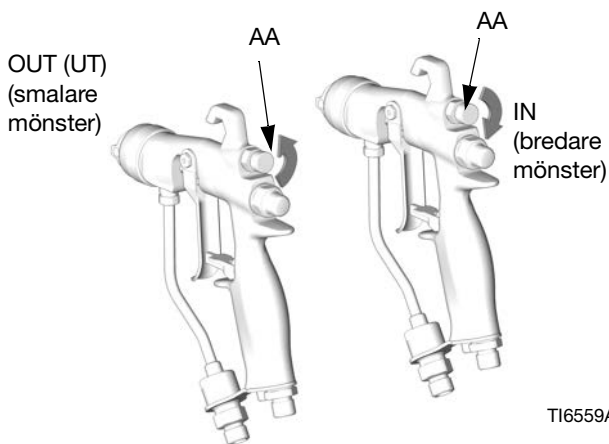

FIG. 5. Mönsterluftvred
1. Se FIG. 5. Stäng av mönsterjusteringsluften genom att vrida ratten (AA) medsols (inåt) så långt det går. Detta ställer in pistolen till dess bredaste mönster.
3. Se FIG. 5. För ett smalare mönster vrid du mönsterjusteringsventilratten (AA) motsols (utåt). Om mönstret fortfarande inte är tillräckligt smalt ökar du lufttrycket till pistolen något, eller använder ett munstycke i annan storlek.